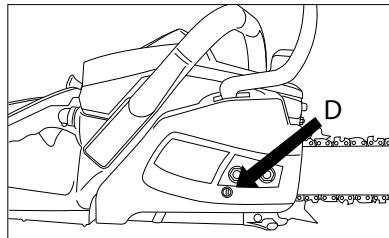

Fig. 11
1. Rotiți mânerul de presiune (D) (Fig. 11) în sensul de rotație a celor de ceasornic, slăbind conțiunerea (îmbinările), pentru a întinde lantul. Pentru reducerea tensionării lantului, rotiți mânerul de presiune (D) în sensul de rotație contra celor de ceasornic. Asigurați-vă că lantul este plasat pe toată lungimea a sinei.